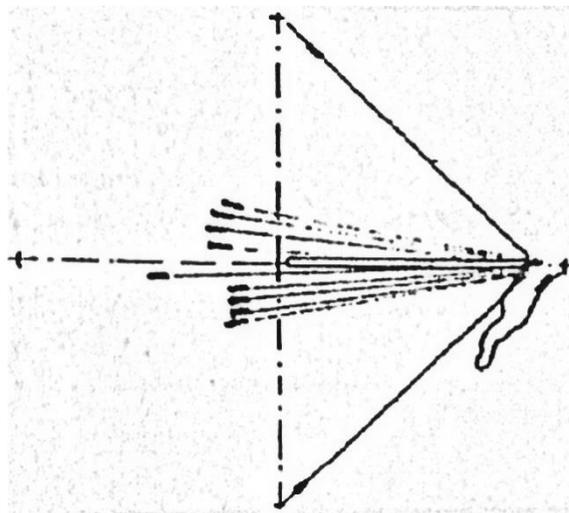

Рисунок 21 – Закрепление канатов
- закрепить четыре каната для растяжки, отмеченные красной меткой, в отверстиях на нижней вращающейся пластине мачты. Размотать канаты и закрепить концы двух боковых канатов в нижнем отверстии ближних боковых колов для растяжки, задний канат разместить в направлении подъема мачты. Аналогичным образом размотать и закрепить канаты для растяжки с синей меткой на средней вращающейся пластине мачты и в те же кольца для растяжки. Канаты с желтой меткой размотать и закрепить на верхней вращающейся пластине мачты и в дальние кольца для растяжки (рисунок 21);
- закрепить четыре каната для растяжки, отмеченные красной меткой, в отверстиях на нижней вращающейся пластине мачты. Размотать канаты и закрепить концы двух боковых канатов в нижнем отверстии ближних боковых колов для растяжки, задний канат закрепить в нижнем отверстии заднего кола для растяжки. Четвертый канат для растяжки разместить в направлении подъема мачты. Аналогичным образом размотать и закрепить канаты для растяжки с синей меткой на средней вращающейся пластине мачты и в те же кольца для растяжки. Канаты с желтой меткой размотать и закрепить на верхней вращающейся пластине мачты и в дальние кольца для растяжки (см. рисунок 21). Установленная на шасси мачта приведена на рисунке 28;